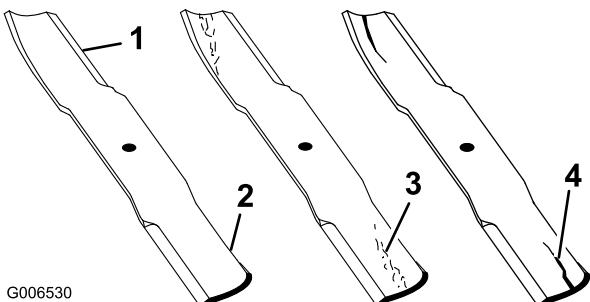

Figure 46
1. Examinez le tranchant des lames (Figure 46). Si les lames ne sont pas tranchantes ou si elles présentent des indentations, déposez-les et aiguisez-les (voir Aiguisage des lames).
2. Inspectez les lames, surtout la partie relevée (Figure 46). Remplacez immédiatement toute lame usée, endommagée ou qui présente une entaille (repère 3. de la Figure 46).